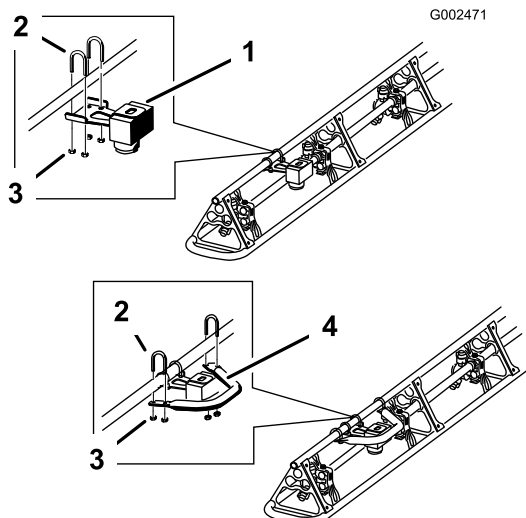

Figura 2
1. Fixe ligeiramente o sensor ultra-sónico direito ao tubo de suporte da rampa direita; entre o 3º e 4º bico como indicado em Figura 2, utilizando 2 cavilhas em U, 4 anilhas (5/16 polegada), e 4 porcas de bloqueio (1/4 polegada). Não aperte totalmente, por agora, as porcas de forma a permitir a sua posterior afinação.
3. Instale o tubo de protecção em volta do sensor ultra-sônico com o lado em ângulo virado para dentro, na direcção do veículo. Fixe ligeiramente o tubo de protecção à rampa (Figura 2), utilizando 2 cavilhas em U, 4 anilhas (5/16 polegada), e 4 porcas de bloqueio (1/4 polegada). Não aperte totalmente, por agora, as porcas de forma a permitir a sua posterior afinação.